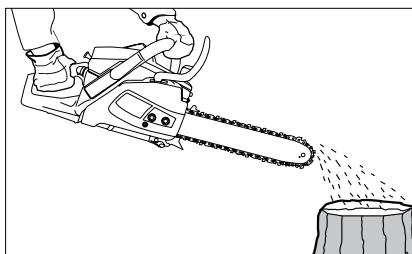

Fig. 13
4. Prima d'iniziare il lavoro controllate l'alimentazione dell'olio: accendete la sega di benzina e tenerla sopra una lettiera adatta. Con una lubrificazione sufficiente, si forma una leggera traccia delle gocce di olio scaricato (fig. 13).